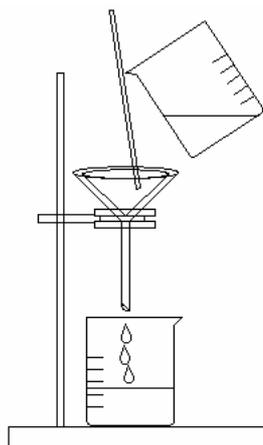

Figura 2
3. Vierte aproximadamente 10 mL de agua de tamarindo en un vaso de precipitados y, deslizando el líquido por el agitador, sin tocar el papel con éste, haz pasar el agua de tamarindo a través del papel filtro (Figura 2). Anota tus observaciones.